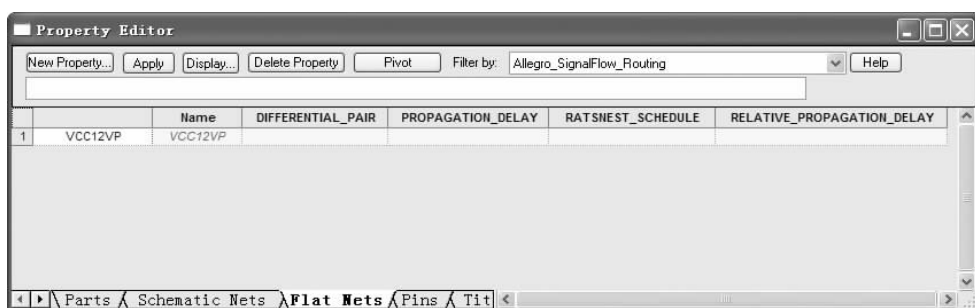

图 5-28 属性编辑窗口
1) 在原理图中选中并双击需要分配属性的网络（导线），弹出属性编辑对话框，在“Filter by（过滤）”栏中选择“Allegro_SignalFlow_Routing”，在属性编辑栏中选择“Flat Nets”选项卡，如图 5-28 所示。